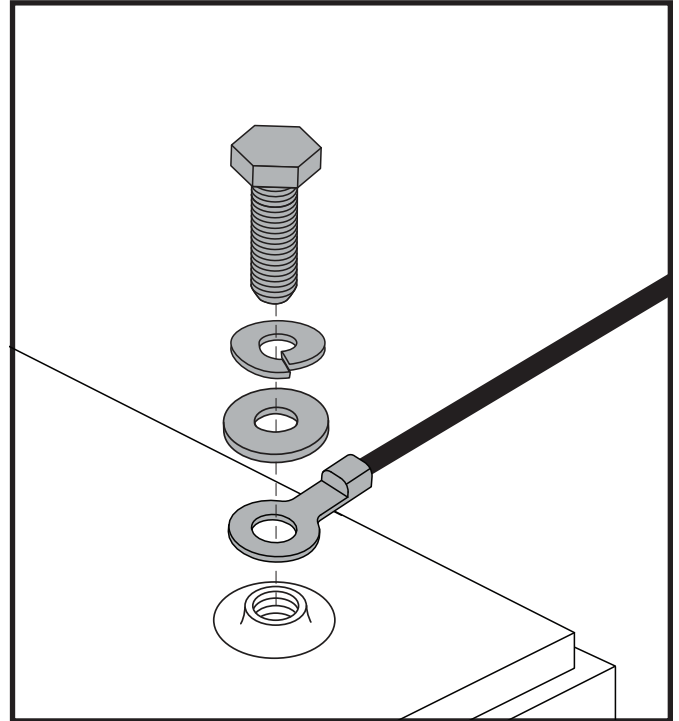

Figure 11. Batterie Borne Matériel
4. Débranchez les câbles de batterie des bornes de la batterie en faisant coulisser les capuchons des bornes. **Voir la figure 11.**
NOTE: Certains scooters ont des entretoises installées pour sécuriser les batteries. Vous pouvez retirer les entretoises et les garder en sûreté jusqu'à ce que les batteries soient remplacées dans le scooter. **Voir la figure 11.**